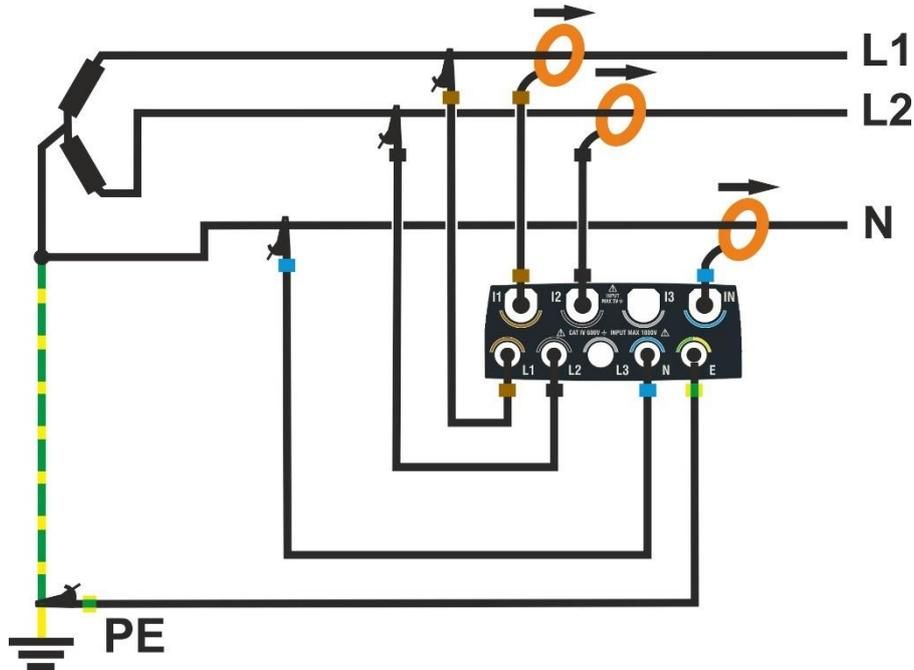

Fig. 69: Raccordement de l'instrument dans un système Triphasé 3 fils 3F 2E
2. Brancher les câbles de tension sur les conducteurs L1, L2, N et PE comme indiqué à la Fig. 69